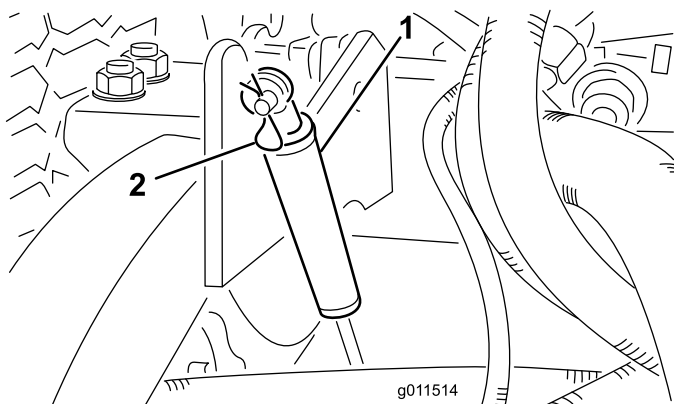

Figure 75
2. Retirez la goupille fendue qui fixe les amortisseurs aux bras de levage (Figure 75).